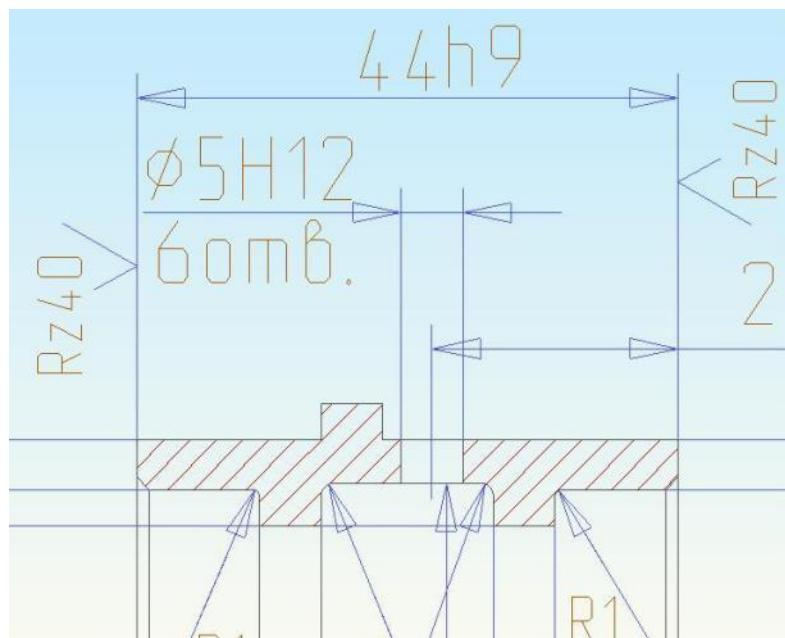

Рисунок 13. Простановка шероховатости поверхностей
9. Указываем поверхности с данной шероховатостью (рис. 13) и нажимаем левую кнопку мыши. После простановки обозначения на всех поверхностях с данной шероховатостью, нажмите правую кнопку мыши.